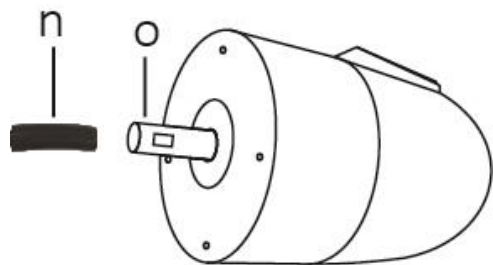

Fig. 9
1. Rimuovere la guaina protettiva nera (n) dall'albero motore (o) (Fig. 9).